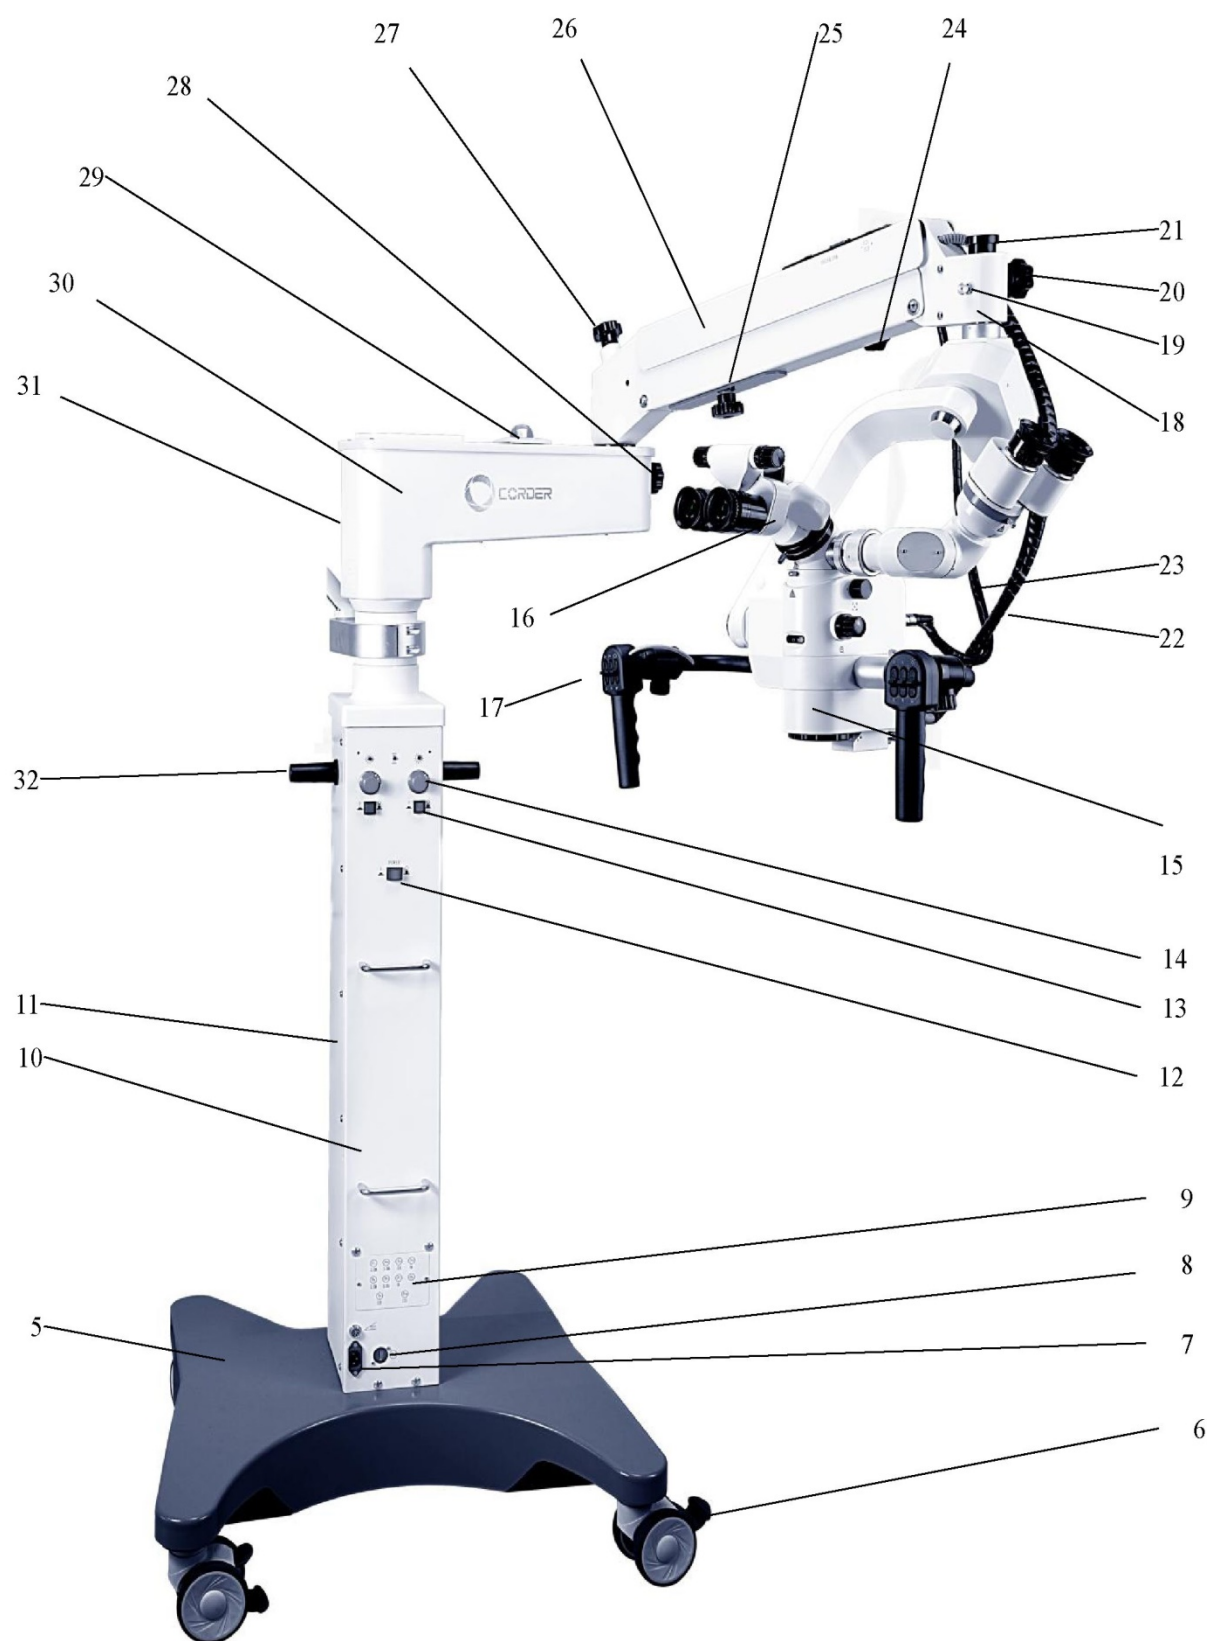

Рис. 2
См. рис. 2 и последующие связанные изображения.
См. рис. 2. Электрический блок (10) и главная стойка (11) образуют общий узел электронного управления в сборе с колонной. На лицевой панели электрического блока (10) расположен переключатель (13) источника холодного света. На электрическом блоке (10) расположена ручка регулировки яркости (14) для постоянной регулировки яркости источника холодного света. Под крышкой предохранителей (9) располагается ряд предохранителей. Возможность снятия крышки обеспечивает удобную замену предохранителей. Помимо этого, главная стойка и электрический блок также содержат гнездо педального переключателя (8), главный выключатель питания (12) и ручку (32). Все элементы системы контура электрического управления располагаются внутри колонны (см. раздел 10). Ослабьте 12 винтов на двух сторонах колонны и снимите лицевую панель в сборе с контурами для выполнения операций технического обслуживания.
См. рис. 2. Поперечный рычаг (30) с блокирующей ручкой (31) установлен на верхней части стойки (11) и обеспечивает вращение вокруг колонны с углом $\nless 200^\circ$. Внутри поперечного рычага располагаются два гнезда для лампы (30). Заднее гнездо представляет собой гнездо для резервной лампы; оба гнезда можно извлечь через верх поперечного рычага для быстрой замены лампы (подробное описание см. в разделе 5.6).
См. рис. 2. На консоли (26) расположена ручка балансировки (27). Поверните ручку по часовой стрелке для повышения уравнивающей нагрузки на консоль или против часовой стрелки для ее уменьшения. При ослаблении блокирующей ручки (24) консоль может выдерживать вес 3–12 кг в диапазоне наклона от -30° до $+30^{\circ}$; головка может свободно перемещаться вверх и вниз для выполнения операций на различной высоте. После регулировки затяните блокирующую ручку (24) и зафиксируйте консоль. При ослаблении блокирующей ручки (28) на поперечном рычаге (30) консоль может поворачиваться на $< 360^{\circ}$ вдоль поперечного рычага (30). В сочетании с вращением поперечного рычага (30) обеспечивается возможность регулировки положения хирургического микроскопа по горизонтали и длины рабочего рычага. Ослабьте предохранительный клапан (25) и перемещайте ползунок вверх и вниз для изменения предельного положения консоли (26). Перемещайте ползунок в направлении, указанном стрелкой, для увеличения минимального предельного положения или в обратном направлении для его уменьшения. После перемещения ползунка затяните предохранительный клапан (25) для его фиксации. (Положение инструмента по высоте было отрегулировано на заводе перед отгрузкой; повторная регулировка не требуется, за исключением случаев добавления дополнительных приспособлений на головку или изменения высоты койки.)